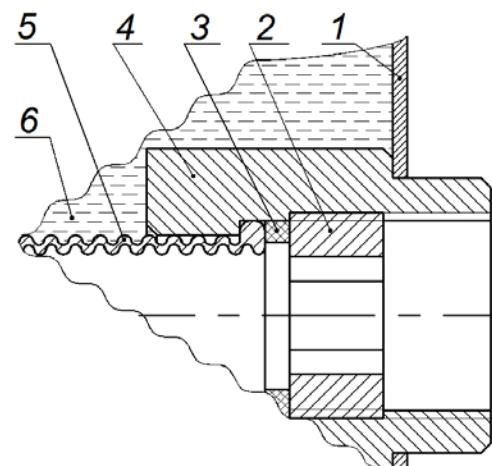

Рисунок 5.
7.1. Установить кран отключения проточного водонагревателя от водопровода. При подключении водопровода к резьбовым фитингам водонагревателя не допускать ослабления обжимной гайки (*поз.2 на рис.5*).